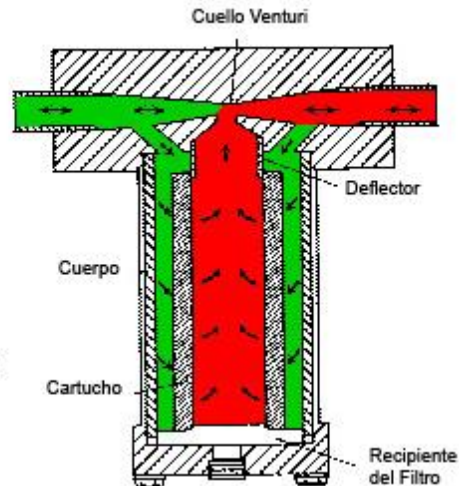

Figura 78
(2) filtros de flujo proporcional (Figura 78). Este filtro funciona sobre el principio de venturi en el que un tubo tiene una garganta angosta (venturi) para aumentar la velocidad del fluido que pasa por éste. El flujo que pasa por una garganta venturi causa una caída de presión en el punto más angosto. Esta disminución de la presión causa una acción de succión que atrae una parte del líquido hacia abajo alrededor de un cartucho por un filtro y hasta una garganta venturi. El filtrado ocurre para cualquier dirección de flujo. Aunque sólo una parte de un líquido se filtra durante cada ciclo, la constante recirculación por el sistema eventualmente causa que todo el líquido pase por el elemento.